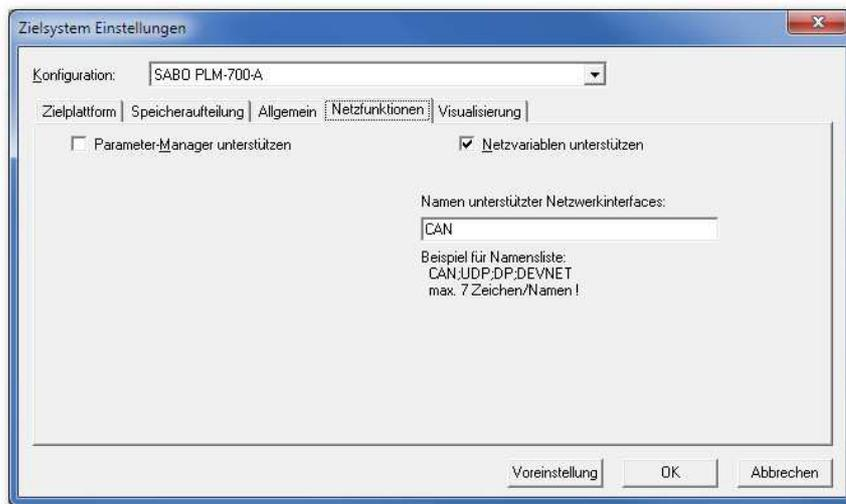

Abb. 1-7: Zielsystem Einstellungen – Netzfunktionen
- Unter *Zielsystem Einstellungen* – *Netzfunktionen* ist *Netzvariablen unterstützen* einzuschalten und anschließend bei *Namen unterstützter Netzwerkinterfaces* CAN einzugeben (Abb. 1-7).